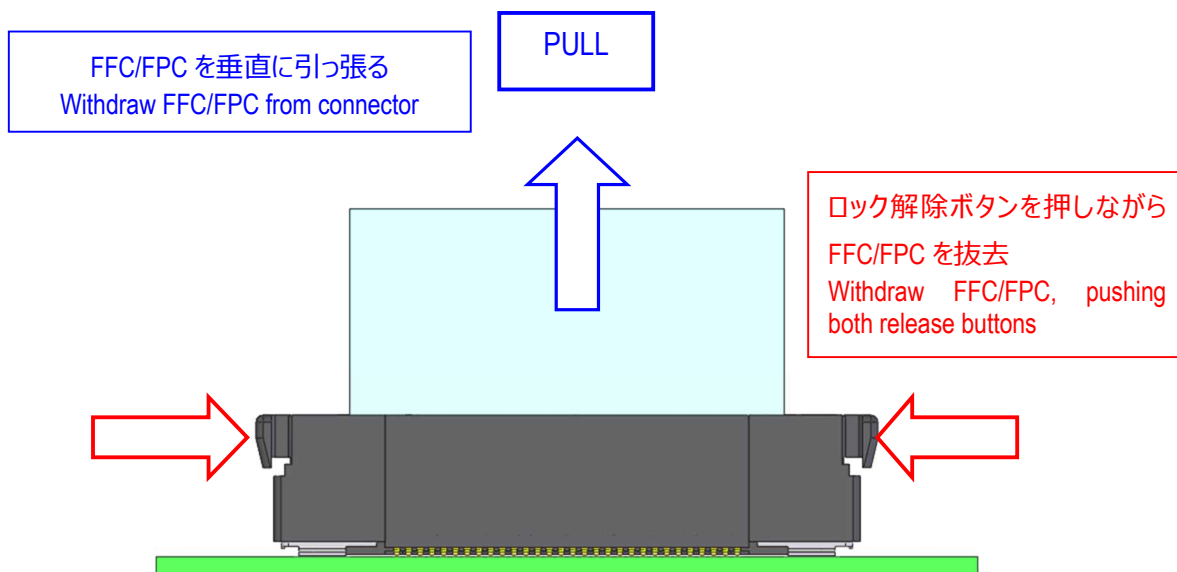

図. 3-4 FFC/FPC 抜去方法 3 / Fig.3-4 FFC/FPC withdrawing method 3
- ③ 図 3-4 の様に、確実にロック解除ボタンを押したまま FFC/FPC を嵌合間口に対し垂直に引き抜く。